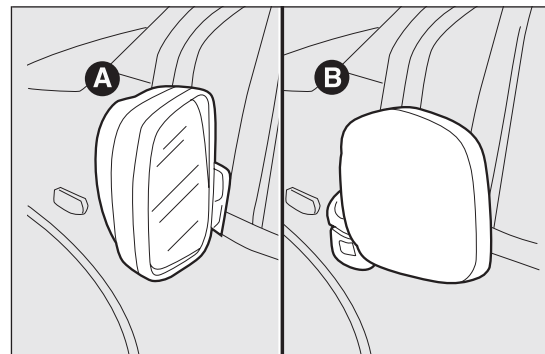

fig. 27
In caso di necessità (per esempio quando l'ingombro dello specchio crea difficoltà in un passaggio stretto) è possibile ripiegare gli specchi spostandoli dalla posizione A fig. 27 alla posizione B.
*Durante la marcia gli specchi devono sempre essere in posizione A fig. 27.*